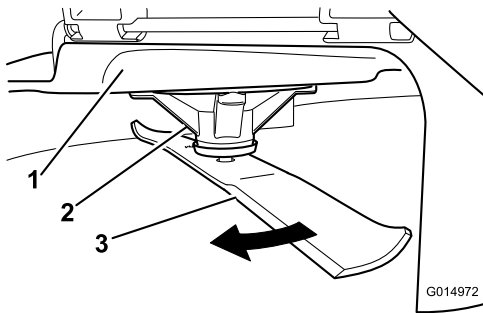

Figure 103
2. Enfilez des gants épais ou utilisez une autre protection adéquate pour les mains, et faites tourner la lame lentement jusqu'à une position permettant de mesurer correctement la distance entre le tranchant et la surface plane sur laquelle se trouve la machine (Figure 103).